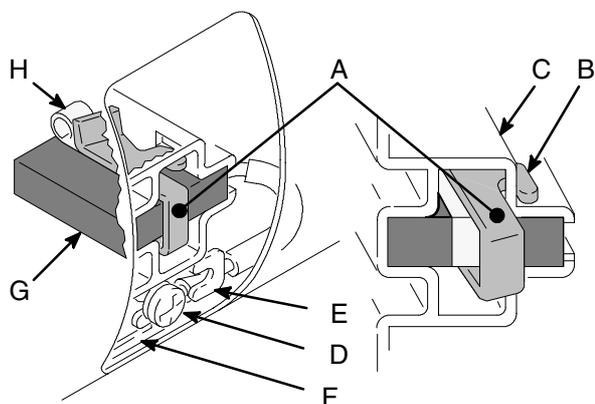

Fig. 5 01227
4. Fig. 5. Pousser sur le clip (A) 110816 pour défaire les crochets (B) d'après le porte-balai (C). Extraire le clip.
5. Fig. 5. Desserrer la vis de la cosse (D). Écarter le fil du balai (E) en laissant le fil moteur (F) en place. Retirer le balai (G) et le ressort (H).
8. Fig. 5. Faire coulisser la cosse du fil du balai (E) sous la rondelle de la vis (D) de la cosse et serrer la vis. S'assurer que le fil du moteur (F) est encore raccordé à la vis.